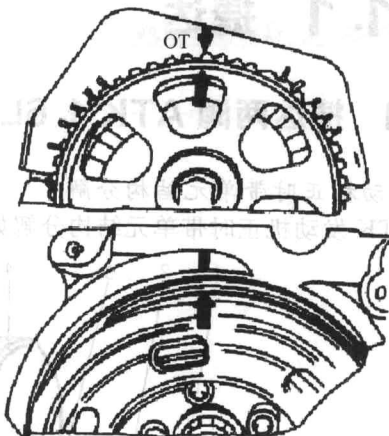

图 1-3 安装正时对正标记
- ① 将凸轮轴带轮上的标记与扇形挡板上的标记对齐，如图 1-3 所示。
- ② 将正时带装到曲轴带轮上。注意：按原来旋转方向安装。
- ③ 安装正时带下护罩，拧紧力矩 $10\text{N} \cdot \text{m}$ 。
- ④ 安装曲轴多楔带轮（注意安装位置）。
- ⑤ 旋转曲轴，使多楔带轮上的标记与下护罩上的标记对齐，见图 1-3。
- ⑥ 将正时带装到曲轴正时带轮及凸轮轴正时带轮上。